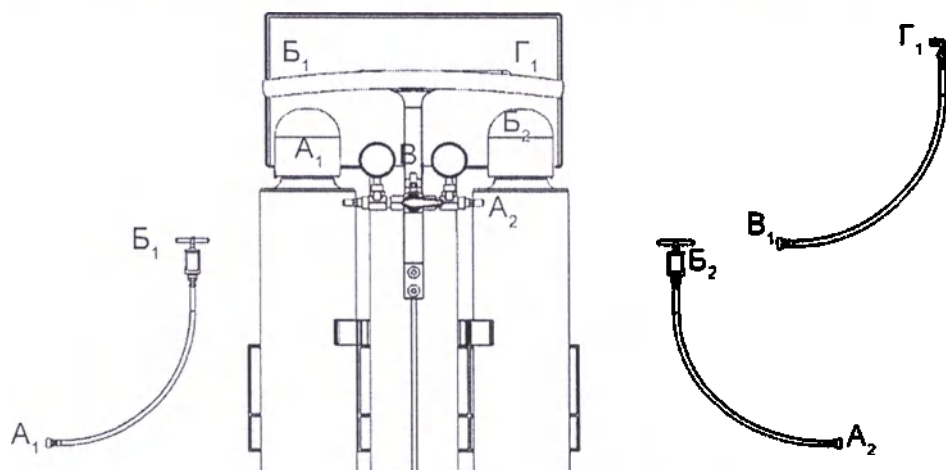

Рис. 4.7. Разъемы клапана переключения
- См. рис. 4.7 ниже. Ориентируйтесь на маркеры черного и зеленого цвета.
- См. рисунок 4.7. Ориентируйтесь на маркеры синего цвета.